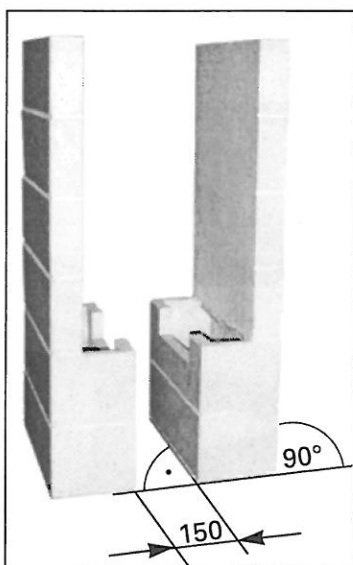

Abb. 1
- Linkes Modulelement auf Funkenschutzplatte aufstellen, rechtes Modulelement mit lichter Weite 150 mm zum anderen Element aufstellen. Es ist darauf zu achten, daß beide Elemente **senkrecht, eben und parallel** zueinander stehen (siehe Abb. 1).